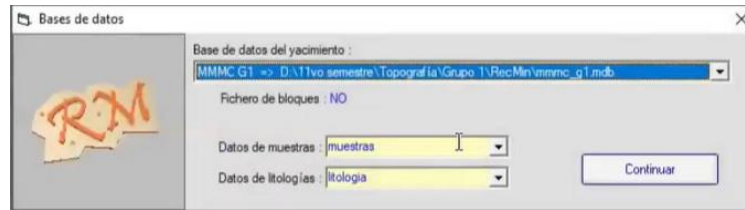

Figura 249. Base de datos.
60. En la ventana “Base de datos”, verificar la dirección de la carpeta en la cual se encuentra guardado el proyecto y presionar “Continuar”. Figura 249.